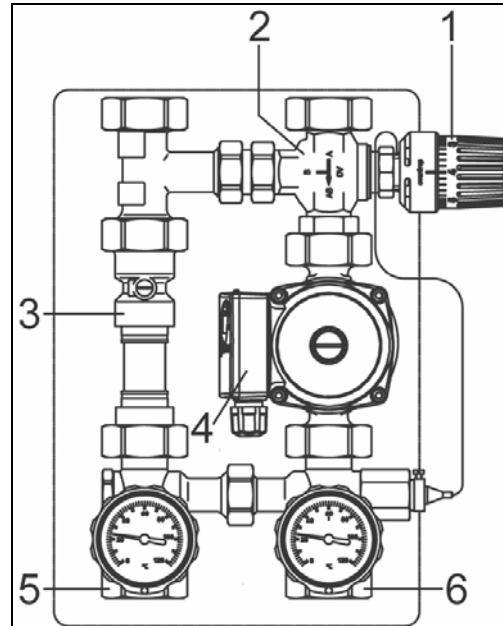

Abb. 6 FBL
- Kessel Vor- und Rücklauf mit dem Vorlauf (Abb.6 Pos. 5) und Rücklauf (Abb.6 Pos. 6) mittels der Gewindetüllen verbinden.